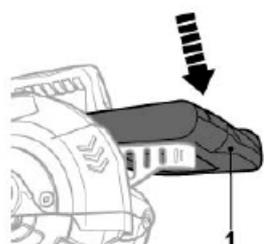

Fig. 36
- > Abaissez la poignée [1] et tirez sur le boulon de verrouillage [23] pour le sortir de sa position verrouillée (Fig. 36, 37).